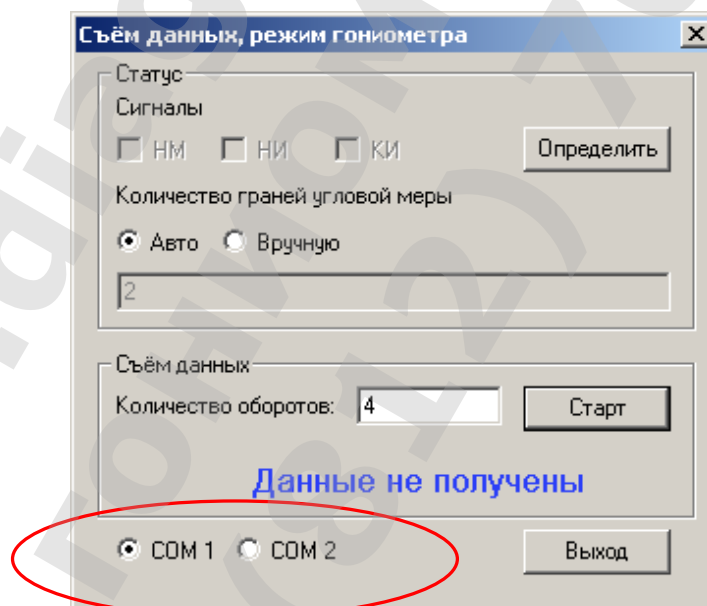

Рисунок 8
2.3.9 В появившемся окне «Съем данных, режим гониометра» указать COM-порт, к которому подключен электронный блок гониометра (рисунок 8). По умолчанию выбран порт COM1.